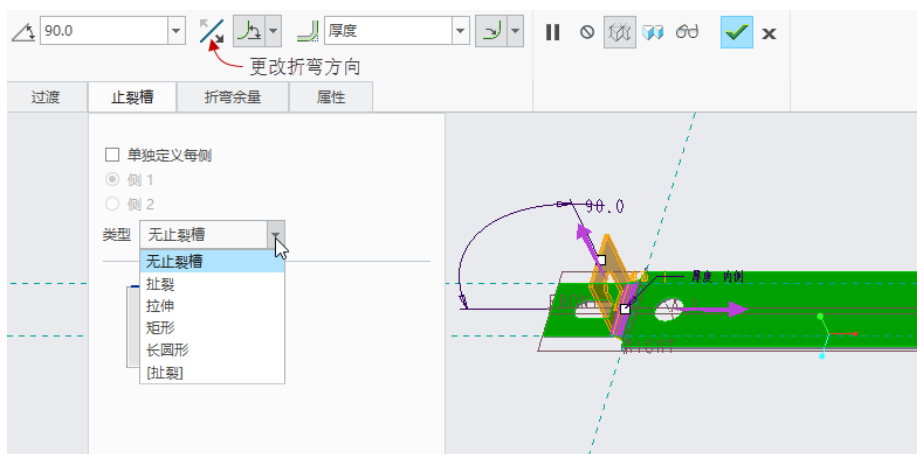

图 5-57 设置折弯方向与止裂槽类型
(6) 接受默认的固定侧方向，单击（更改折弯方向）按钮直至获得所需的折弯方向，如图 5-57 所示，接着在“折弯”选项卡中打开“止裂槽”面板，从“类型”下拉列表框中选择“无止裂槽”选项。